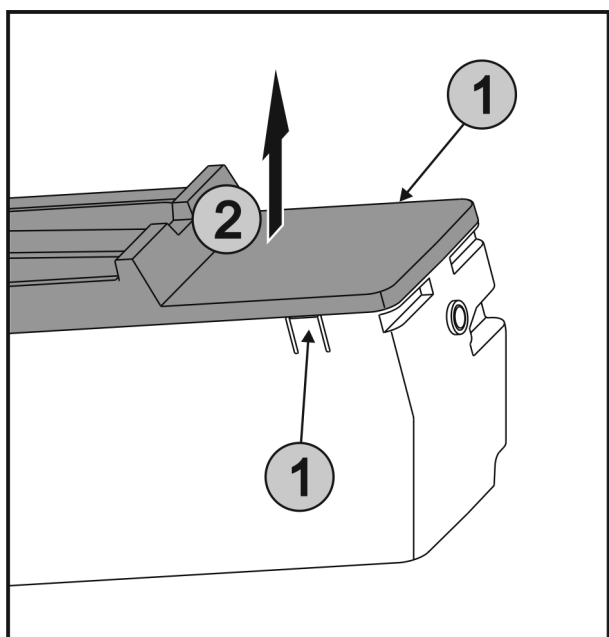

Fig. 52
- ▶ Tryk samtidigt på laskerne Fig. 52 (1) på begge sider af EasyTwist-Ice, og tag afdækningen Fig. 52 (2) op og af.